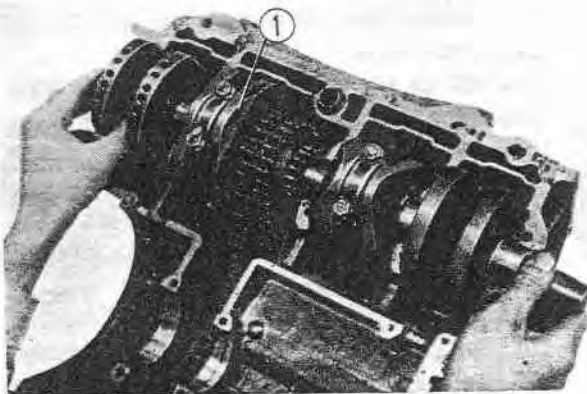

Fig. 3-76 ① Vilebrequin
15. Enlever le vilebrequin du carter supérieur. (Fig. 3-76)